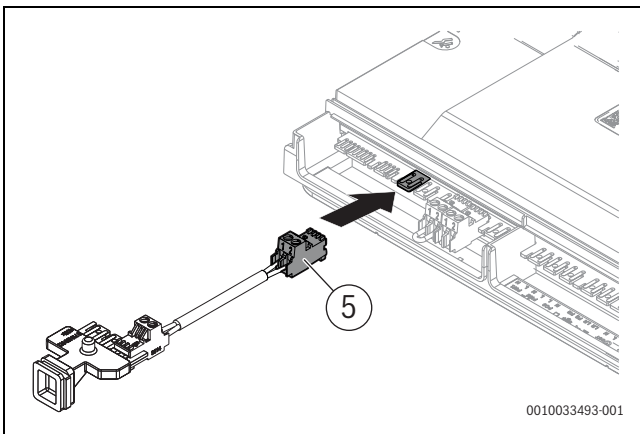

Bild 134 BUS-Kabel am BUS-Steckplatz der Klemmleiste anschließen
- ▶ BUS-Kabel der Anschlussleiste (→ Bild 134, [5]) am BUS-Steckplatz der Klemmleiste anschließen.